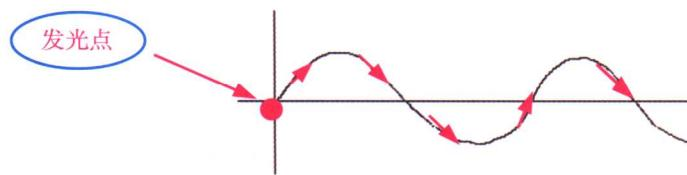

图 1-3 光的波动性
(1) 光在传播过程中以横波的形式进行传播。如图 1-3 所示。